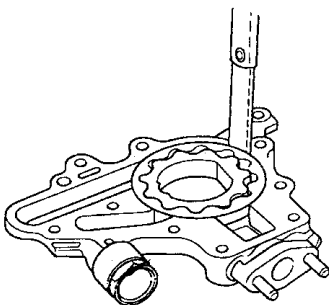

图 2-154 检查转子与泵壳体之间的径向间隙
- 4) 如图 2-154 所示，检测外转子与泵壳体之间的径向间隙。如果壳体与外转子间的径向间隙超出了维修极限，应更换机油泵。泵壳体与外转子之间的径向间隙，标准值：0.10~0.18mm；维修